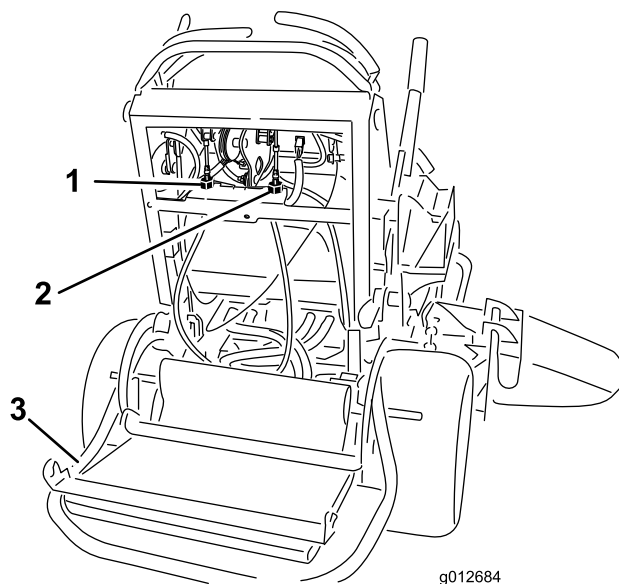

Figure 69
- Placez le verrou à câble sur les écrous de réglage de câble pour bloquer le réglage (Figure 69).